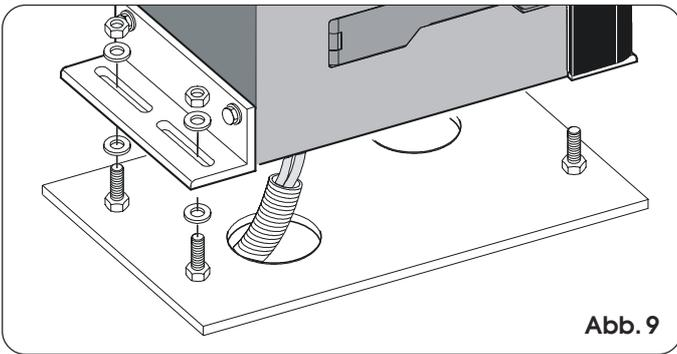
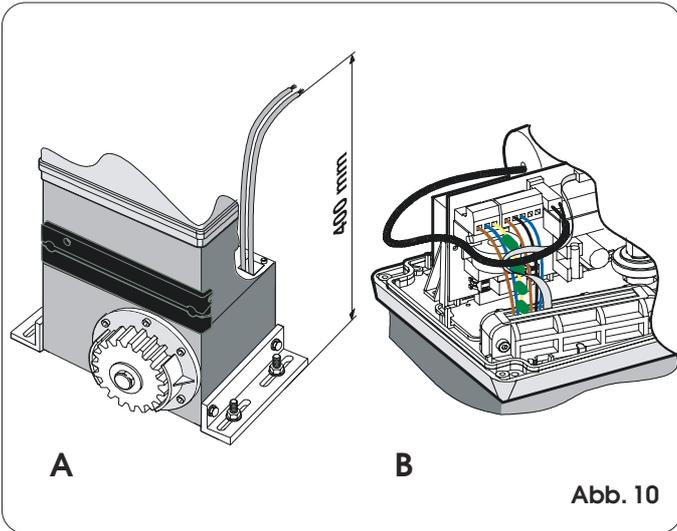

Abb. 9
Abb. 10
- 3) Den Antrieb mit den Unterlegscheiben und den Muttern aus dem Lieferumfang gemäß Abb. 9 auf der Platte anbringen. Hierbei die Kabel durch die in der unteren Gehäusehälfte vorgesehene Führung in den Antrieb einziehen (Abb. 10 - Bez. A). Die Kabel mit Hilfe der mitgelieferten Kabelpresse aus Gummi durch die entsprechende Öffnung zur Steuerung führen. Dafür sind die Kabelmäntel zu entfernen, sodass die Kabelpresse lediglich auf den einzelnen Drähten haftet (Abb. 10 - Bez. B).